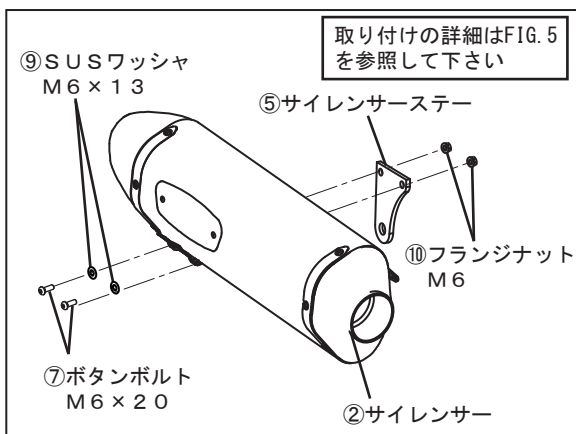

FIG. 4
4. ②サイレンサーに⑤サイレンサーステーを⑦ボタンボルトM6×20、⑨SUSワッシャM6×13、⑩フランジナットM6を使用して仮締めして下さい。(FIG. 4, 5 参照)